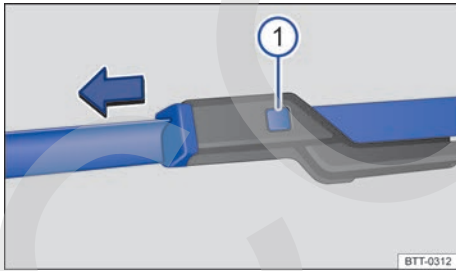

Fig. 144 Sustituir las escobillas de los limpiaparabrisas.
- Mantener la tecla de desbloqueo → fig. 144  presionada y, al mismo tiempo, retirar la escobilla del limpiaparabrisas en el sentido de la flecha.